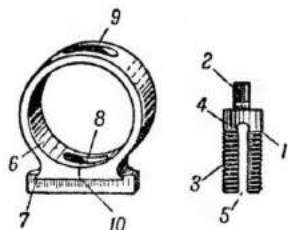

Рис. 8. Мушка с намушником:
9. Мушка с намушником (рис. 8) служит для наводки винтовки в цель. Мушка имеет стержень, нарезной конец для соединения с намушником, квадратную часть для ключа при завинчивании и отвинчивании мушки и разрез для прочного удержания мушки в намушнике. Намушник имеет трапецевидный выступ для крепления в пазу надульника, нарезное отверстие для стержня мушки, верхнее отверстие для ключа и риску на передней плоскости для отметки правильного положения мушки на выступе надульника.